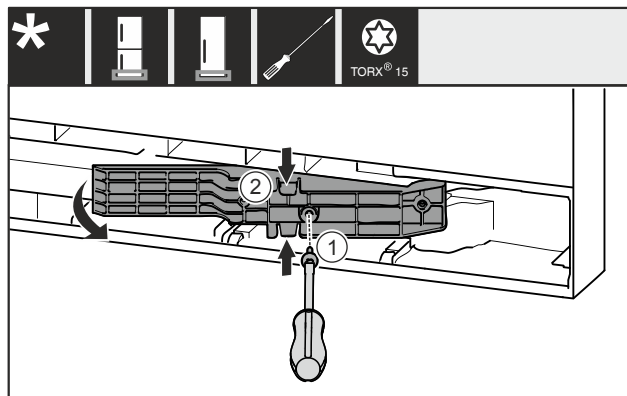

Fig. 18 *
- Odstraňte šroub Fig. 18 (1)*
- Adaptér Fig. 18 (2) nahoře a dole mírně stlačte k sobě a vytáhněte.*